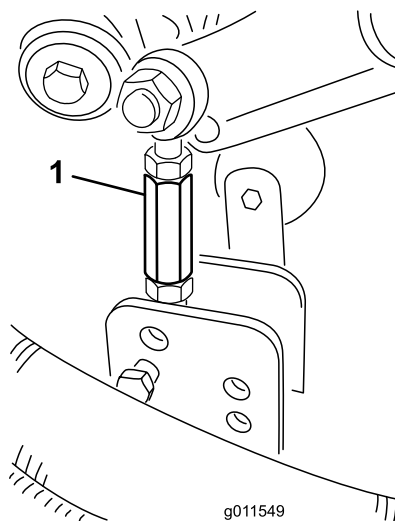

Bild 22
9. Entfernen Sie die Splints und Lastösenbolzen, mit denen die Stoßdämpferlenker an den Mähwerkhalterungen befestigt sind (Bild 22).